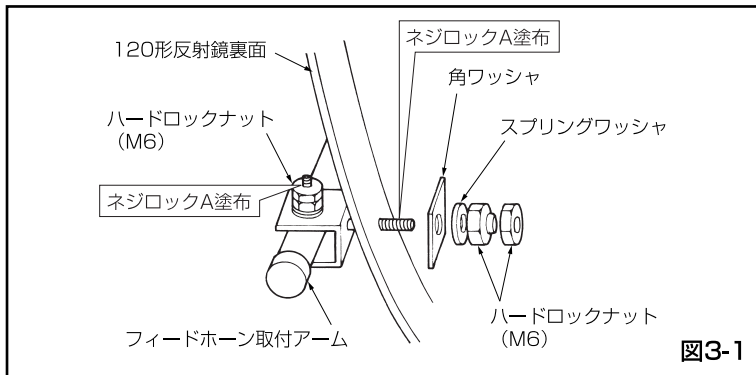

図3-1
- ①120形コンバータアーム（ $\phi 22\text{mm}$ ）を、120形反射鏡に取り付けた120形アーム取付金具（大）に、アームの先端についている2本の六角ボルト（M6）で締め付けてください。
- ②120形コンバータアーム（ $\phi 16\text{mm}$ ）2本を、それぞれ120形反射鏡に取り付けた120形アーム取付金具（右）および（左）に、アームの先端についている六角ボルト（M6）で締め付け、仮止めしてください。
- ③フィードホーン取付アーム（ $\phi 16\text{mm}$ ）2本を、図3-1のようにアームに取り付けられているボルトを120形反射鏡の穴に通し、ハードロックナット（M6）で締め付け、仮止めしてください。